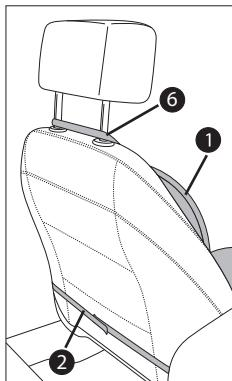

Fig. 2
- Se lo schienale è molto alto o largo fissare il coprisedile come è illustrato nella Fig. 2.
- Se l'autoveicolo è dotato di un airbag laterale, al momento del fissaggio del coprisedile 1 fare in modo che le cinture di fissaggio 6 siano passate sopra le barre del poggiatesta e non sulla parte superiore dello schienale (v. Fig. 2). In caso contrario verrebbe pregiudicato il funzionamento dell'airbag laterale!